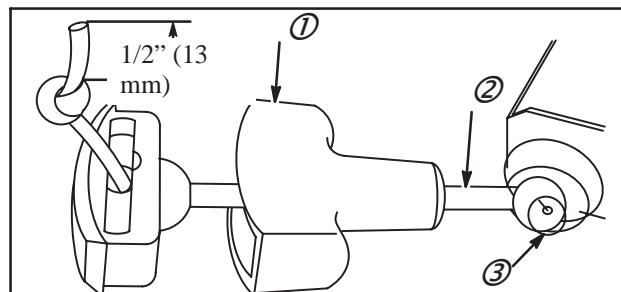

Fig. 40
1. Tout en maintenant la poulie, faire un nœud provisoire (3) à une certaine distance de la corde.
3. Passer la corde (2) à travers la poignée du lanceur (1) et l'insert de la poignée du lanceur, Fig. 40.
6. Actionner le lanceur pour contrôler son fonctionnement, Fig. 40.